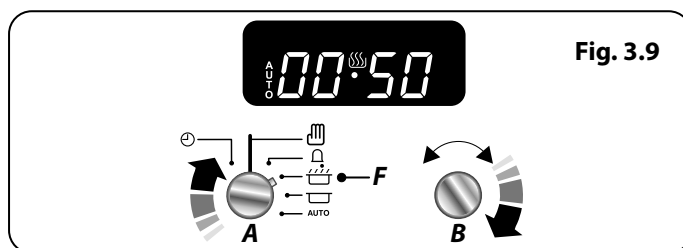

Fig. 3.9
1. Vrid **Timer-vredet (A)** till inställningen för **tillagningstid (F)**. Vrid **inställningsvredet (B)** för att ställa in önskad tillagningstid (**Fig. 3.9**).